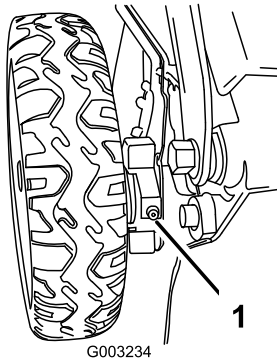

Bild 31
1. Wischen Sie die Schmiernippel innen an den Hinterrädern mit einem sauberen Lappen ab (Bild 31).